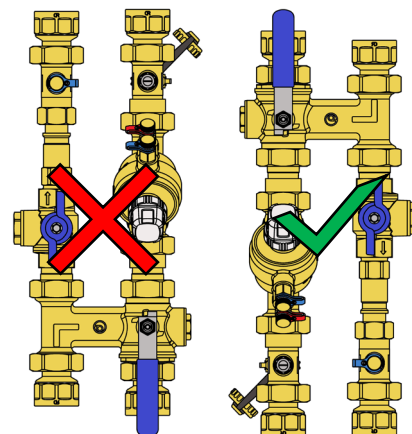

Fig.2
- ⚠ Vanne FilterBall®: la vanne étant équipée intérieurement d'un filtre, elle ne doit pas être installée avec le flux orienté de bas en haut: dans cette condition, les impuretés captées n'auraient aucun moyen de se déposer en correspondance avec l'appareil. Toute autre position est autorisée (**Fig.2**).